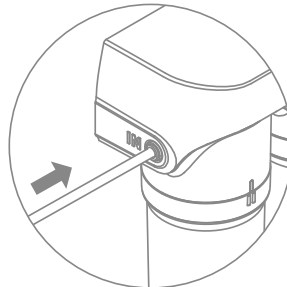

Рис. 16
- вставьте до упора трубку зеленого цвета на вход фильтра – «IN» на скобе (рис. 16).
- наденьте на конец трубки упорное пластиковое кольцо (Ж) (рис. 16);